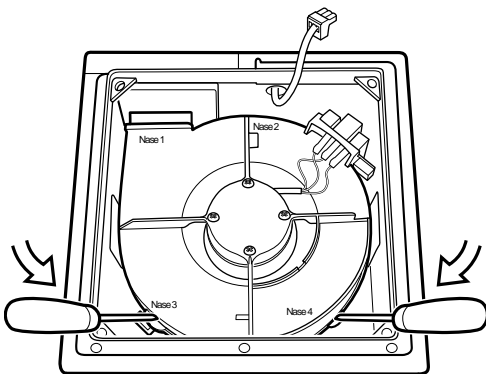

Bild 9
- Netzstecker abstecken und Lüftereinsteck demontieren (Bild 9)